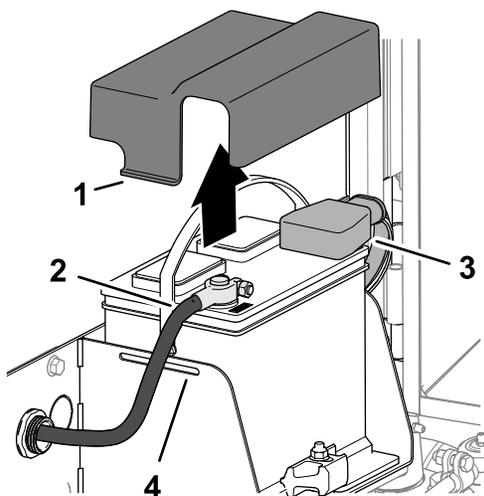

図 132
- バッテリーカバーの側面を両側から押して、カバーをバッテリートレイから外す **図 132**。